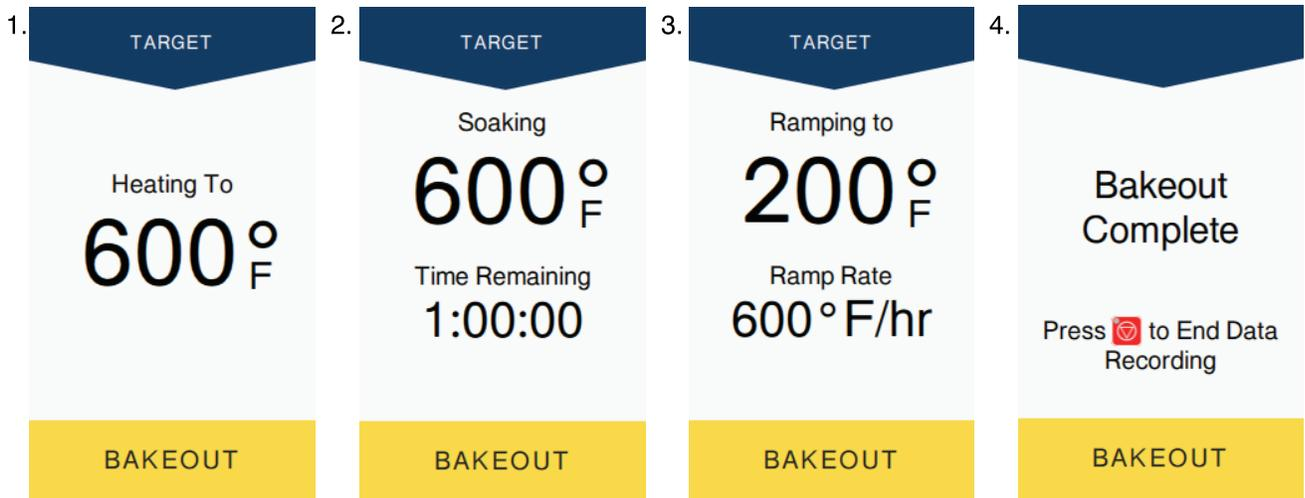
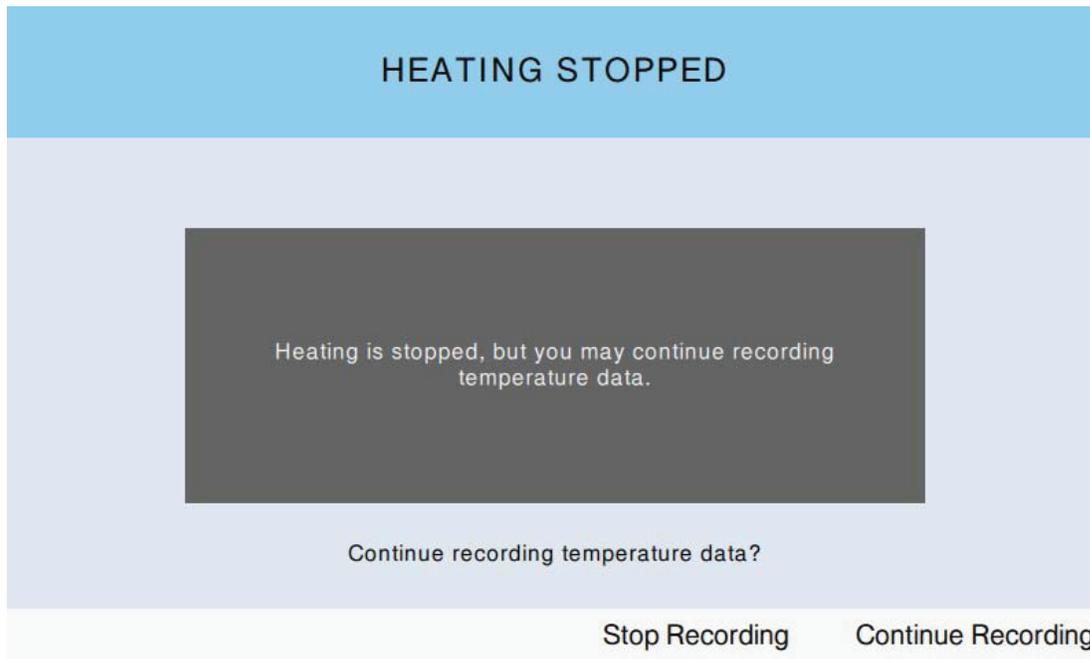

Figure 6-9. Écrans Séquence de cuisson au four
Figure 6-10. Message Arrêter l'enregistrement
Étape 6. Si la sortie est désactivée (**SETTINGS** s'affiche), appuyez sur **[RUN]** pour commencer à chauffer. Le réchauffeur augmentera jusqu'à la température cible d'étuvage, trempera pendant la durée programmée et descendra jusqu'à la température finale. Voir Figure 6-9 pour un exemple des images d'écran.
Étape 7. Lorsque la séquence d'étuvage est terminée, un message s'affiche pour appuyer sur **[Stop]**. Après avoir appuyé sur **[Stop]**, un deuxième message s'affiche vous demandant si l'enregistrement doit être arrêté. Appuyez sur **[Stop Recording]** pour terminer l'enregistrement ou sur **[Continue Recording]** pour continuer l'enregistrement. Voir Figure 6-10.
Quand **[Run]** est enfoncé, le réchauffeur augmentera jusqu'à la température cible d'étuvage, trempera pendant la durée programmée et descendra jusqu'à la température finale. Voir figure 6-9 et figure 6-10.